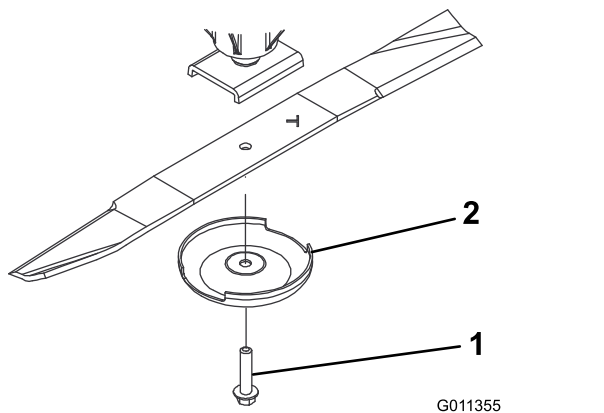

Figure 70
3. Tenez la lame par son extrémité avec un chiffon ou un gant épais et enlevez le boulon, la coupelle de protection et la lame de l'axe de pivot (Figure 70).
- Utilisez la coupelle de protection et le boulon de lame pour installer la lame en orientant l'aillette vers le plateau de coupe (Figure 70).